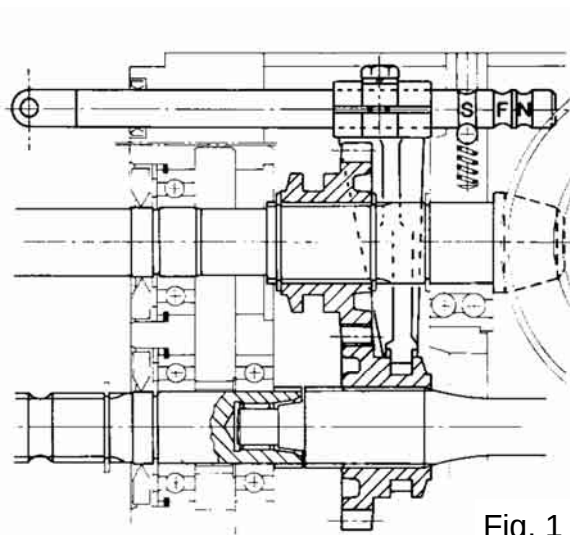

Fig. 1
- Colocar la barra de selección en **S** (sincronizada) como se ve en la (fig. 1).